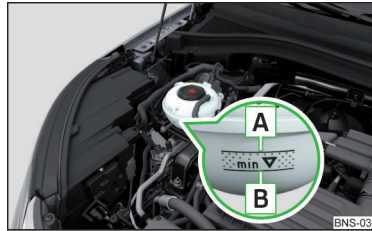

Abb. 335
Kühlmittelstand prüfen - der Kühlmittelstand muss zwischen den Markierungen **A** und **B** liegen » Abb. 335. Liegt der Kühlmittelstand unterhalb der Markierung **B**, das Kühlmittel nachfüllen.
Die **Spezifikation** des Kühlmittels ist auf dem Kühlmittelausgleichsbehälter aufgeführt » **Abb. 335**.
- Das Kühlmittel nicht über die Markierung **A** auffüllen » **Abb. 335**. Das Kühlmittel könnte bei Erwärmung aus dem Kühlsystem gedrückt werden - es besteht die Gefahr einer Beschädigung der Motorraumteile.